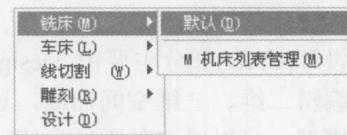

图 1-6 【机床类型】菜单
(8) 【机床类型】菜单：作为一个 CAD/CAM 集成软件，Mastercam X5 包括设计(CAD)和加工(CAM)两大部分，分别是由不同的功能模块来实现的。打开【机床类型】菜单，从中可以选择不同的功能模块，如图 1-6 所示。